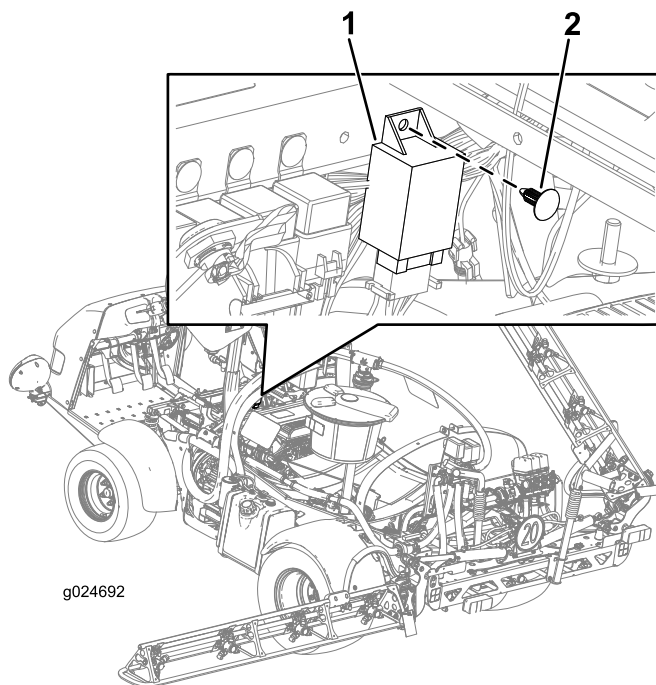

Figura 22
1. Alinee el módulo de intermitencia con el taladro del bastidor de la máquina (Figura 22).
2. Inserte la fijación a presión a través del orificio en el módulo de intermitencia y el bastidor de la máquina (Figura 22).